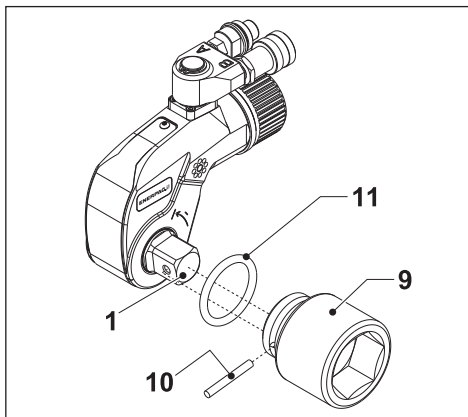

図4
- ・ ボルトを締め付ける場合は、図4に示す場所にドライブシャフトを取り付けます。
3.4.1 六角ソケットを取り付けるには (図4)
3.4.2 六角ソケットを取り外すには (図4)